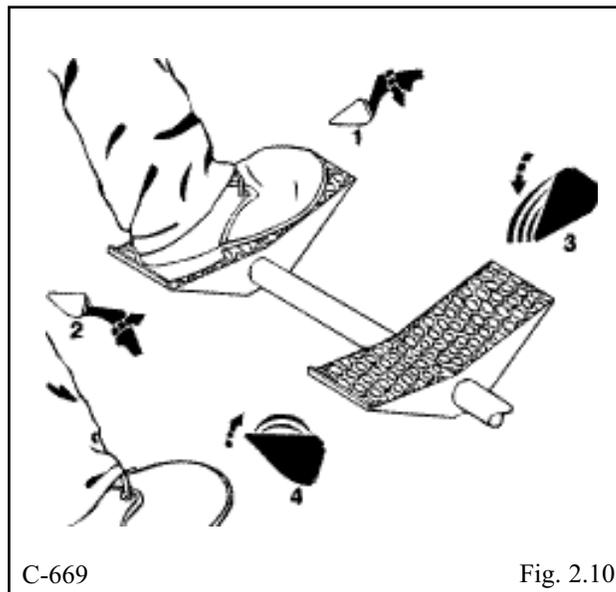

Fig. 2.10
I cilindri di sollevamento e quelli di ribaltamento della benna sono azionati da pedali (fig. 2.10), collegati ad una valvola idraulica di controllo. Questa valvola idraulica di comando funziona in serie e consente il comando simultaneo dei circuiti del sollevamento dei bracci e dell'inclinazione della benna.
Sollevamento – Il pedale di sinistra è per comandare il sollevamento (fig. 2.10). Per sollevare i bracci premere sul tallone (2) del pedale. Per abbassarli, premere sulla punta (1) del pedale. Premendo a fondo sulla punta (1) del pedale si blocca il braccio in posizione flottante. Questo permette alla benna di seguire il profilo del terreno, mentre la pala si muove in retromarcia.